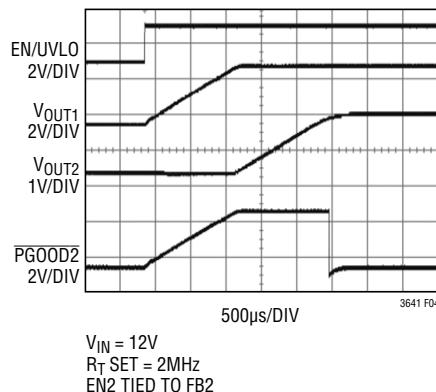

図3. LT3641のソフトスタート
3.3Vアプリケーションと1.8Vアプリケーションのソフトスタートを図3に示します。